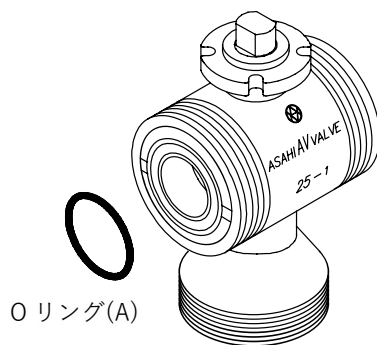

図 5.4-1
- 5) Oリング(A)がボディに正しく装着されていることを確認します(図 5.4-1)。